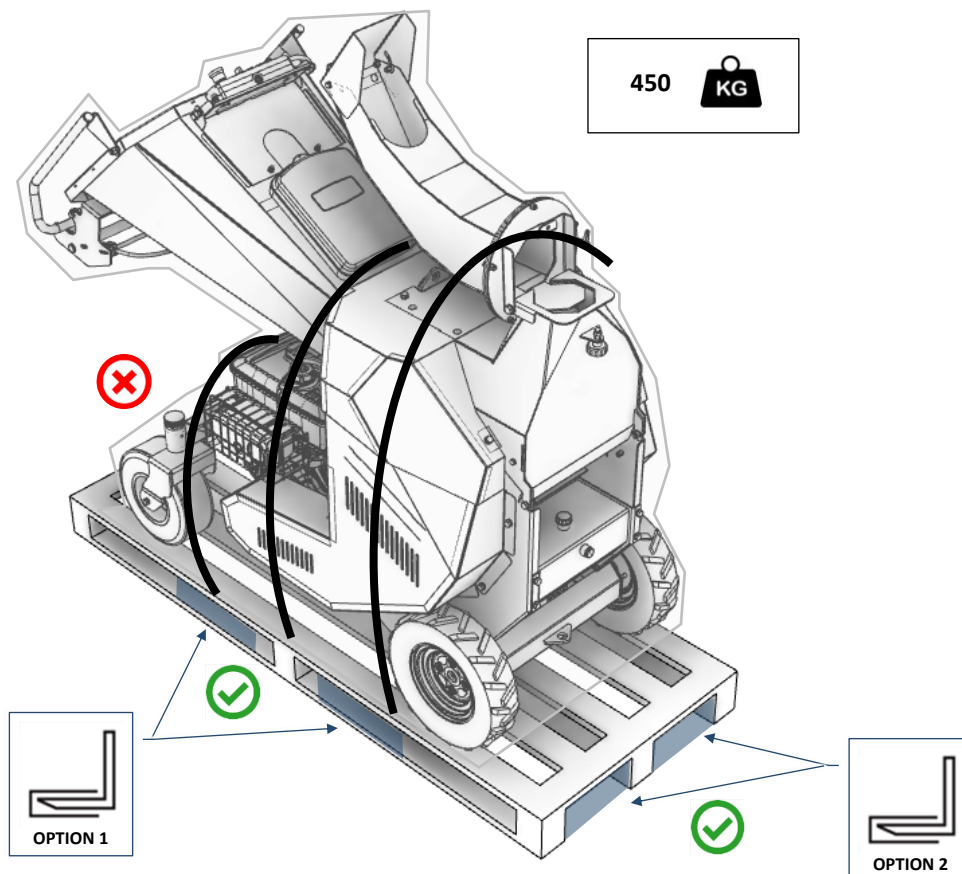
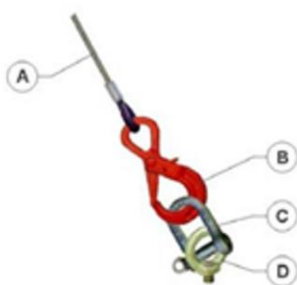
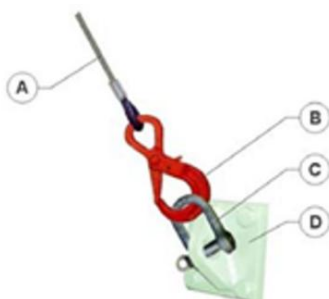

Fig. 6-1 – Manutention avec un chariot élévateur de la machine emballée sur palette
Fig. 6-2 – A: Corde - B: Crochet – C: Élingue - D: Anneau
Fig. 6-3 – A: Corde - B: Crochet - C: Élingue - D: Support
La machine est fournie emballée avec un film étirable, sanglée sur une palette de dimensions 2000 x 800 mm (Fig. 6-1).
- Positionner les fourches du chariot élévateur dans les orifices prévus à cet effet sur la palette de transport (Fig. 6-1): selon l'option choisie, les fourches du chariot élévateur doivent être suffisamment longues.
Toutes les parties principales de la machine disposent de points d'attache prévus, tels que des crochets ou des anneaux de levage (exemples sur la Fig. 6-2, Fig. 6-3 et Fig. 6-1), pour effectuer les opérations de levage.